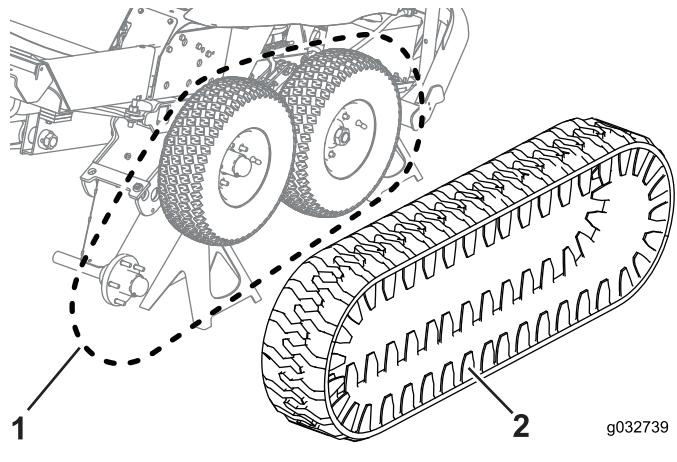

図 90
7. センターホイールと後ホイールにクローラーを回し掛ける図 90。